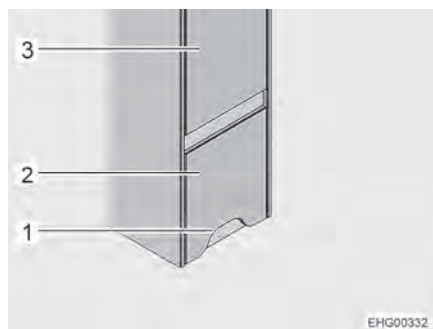
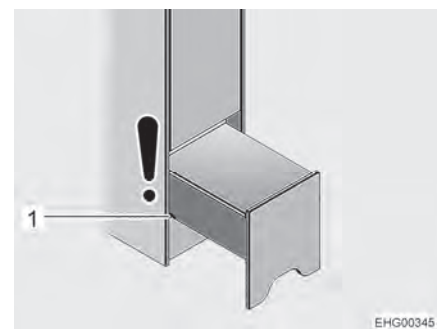

Bild 77 Klättringshjälp (stängd)
Bild 78 Klättringshjälp (nattläge)
Klättringshjälpen är installerad på fordonets högra sida under klädskalet (Bild 77,3) framför den bakre sängen.
- Toalettrumsdörren ligger mitt emot klättringshjälpen. Så länge klättringshjälpen är endast delvis utdragen ("nattläge", se Bild 78), kan toalettdörren fortfarande öppnas. Om klättringshjälpen dras ut helt för att ge åtkomst till förvaringsfacket, kan toalettrumsdörren inte längre öppnas helt.
- Grip tag i klättringshjälpens (Bild 77,2) utsnitt (Bild 77,1), lyft lätt och dra ut till den första skåran (Bild 78,1) (nattläge).